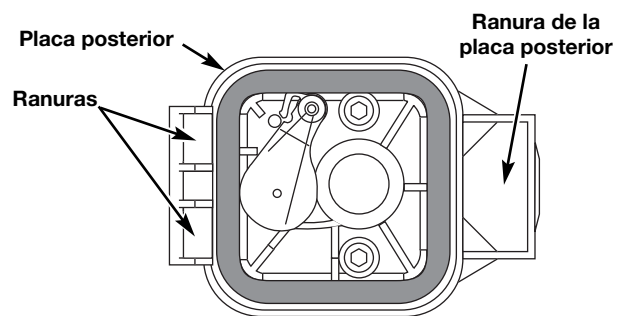

Fig. 30
- Vuelva a colocar el filtro (Fig. 30).